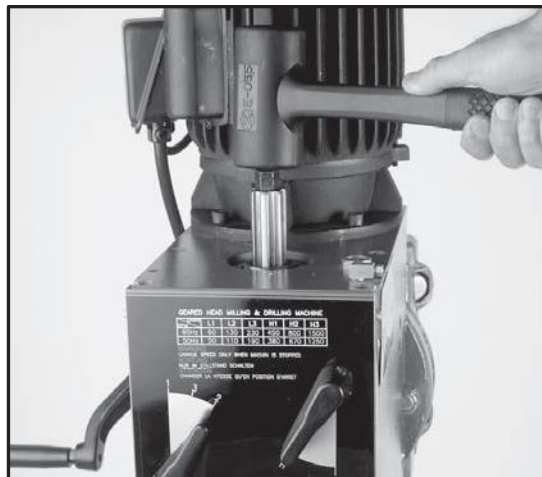

Рис. 5
2. Нанести удар по верхней части тяги молотком. См. Рис. 5.